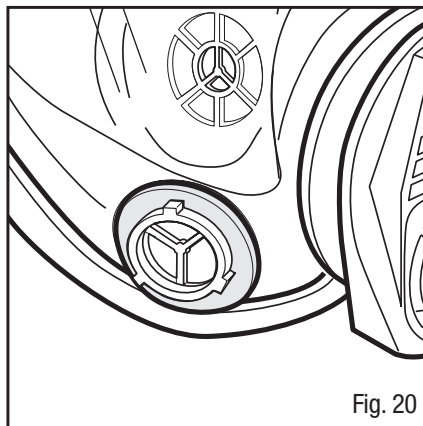

Fig. 20
2. Installer des joints d'étanchéité neufs dans les raccords à baïonnette des orifices d'inhalation du masque. S'assurer que les joints d'étanchéité sont placés sous les trois pattes de verrouillage (Fig. 20).